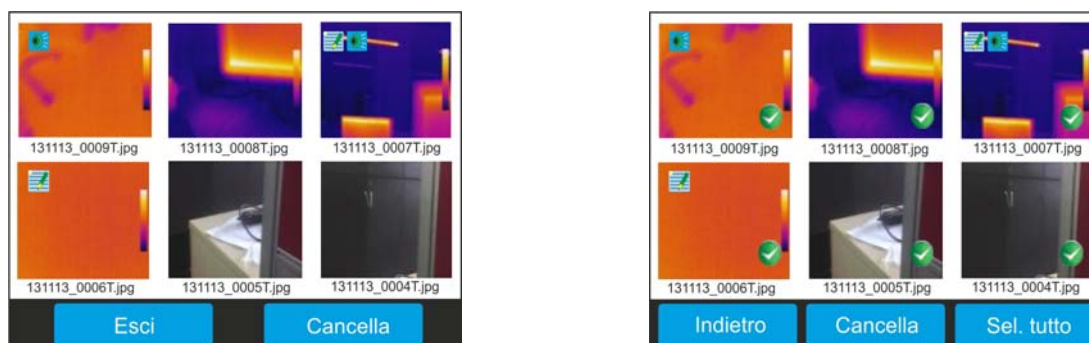

Fig. 67: Selezione e cancellazione delle immagini
1. Toccare l'icona "Cancella" all'interno della galleria di immagini. La videata seguente (vedere Fig. 67 – Parte destra) è mostrata a display: